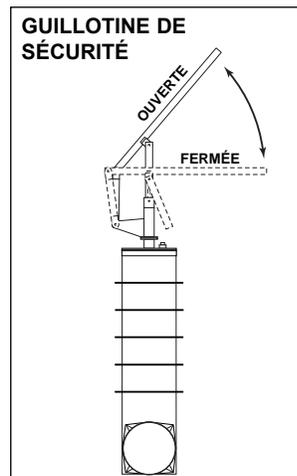

Fig.4
11. Ouvrir la guillotine de sécurité -fig.4.
2. Fermer la guillotine de sécurité pour s'assurer que le contenu de la ligne d'évacuation soit poussé vers le réservoir à fumier -fig.4;